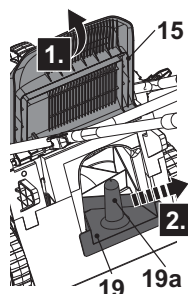

Fig. 16
2. Levantar a pega (19a) para retirar a cobertura vegetal (19) das ranhuras da calha de descarga traseira (18b), depois retirar a cobertura vegetal (19) (Fig. 16).